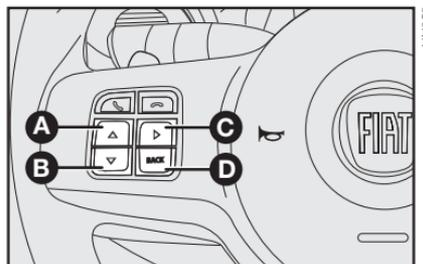

fig. 52
BOTÕES DE COMANDO - fig. 52
Os botões de comando estão localizados à esquerda no volante **fig. 52**.
COMANDOS NO VOLANTE - fig. 52 (algumas versões)
- **D-fig. 52 (algumas versões)**